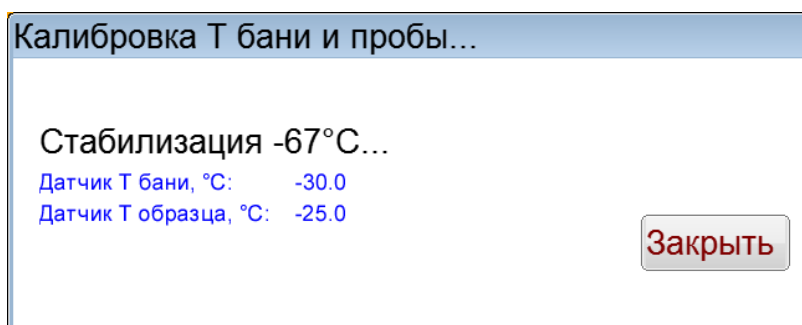

Рисунок 25 – Стабилизация -67°C
5.7.12 После ввода значения образцового термометра снова отобразится окно «Стабилизация Т бани и пробы», но уже с другим статусом – «Стабилизация -67°C» (рисунок 25).